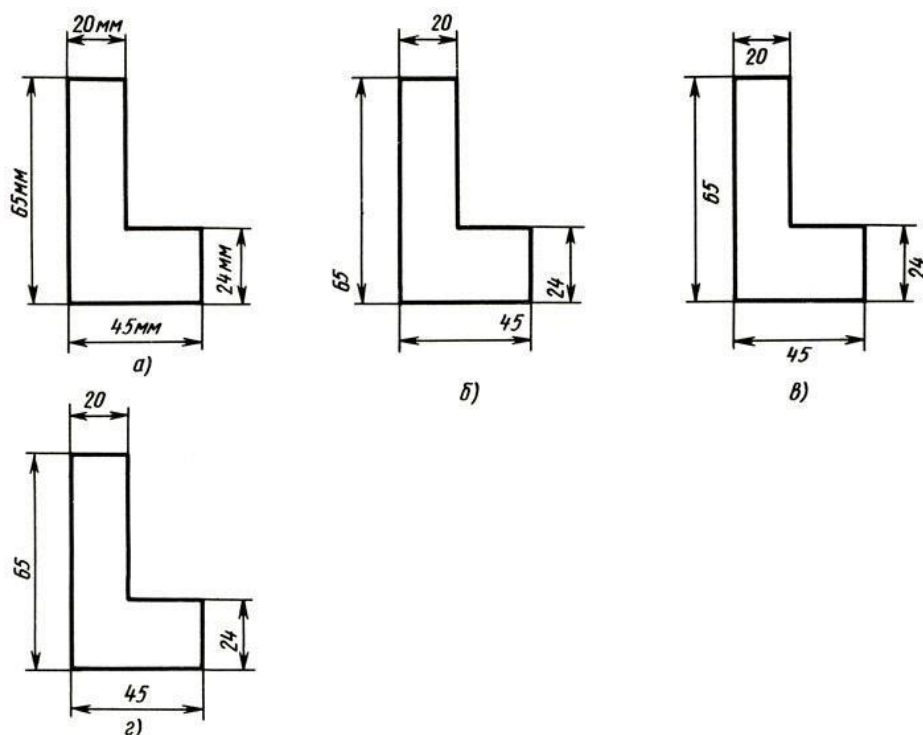

Рисунок 2
**2. Определите, на каком чертеже правильно записаны размерные числа? (рисунок 2)**